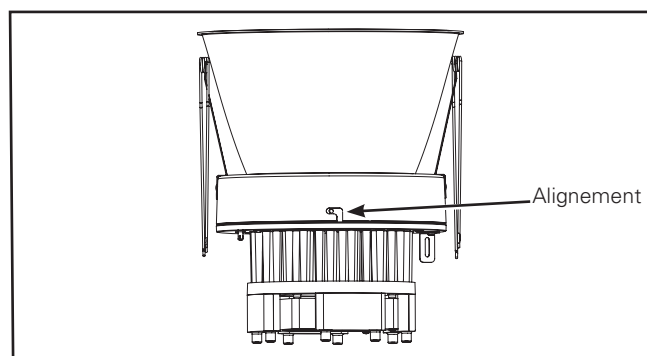

Figure 6.
3. Insérez le moteur lumineux à DEL dans la garniture inférieure. Alignez les fentes de la garniture avec les trous de vis du moteur (Figure 6.).